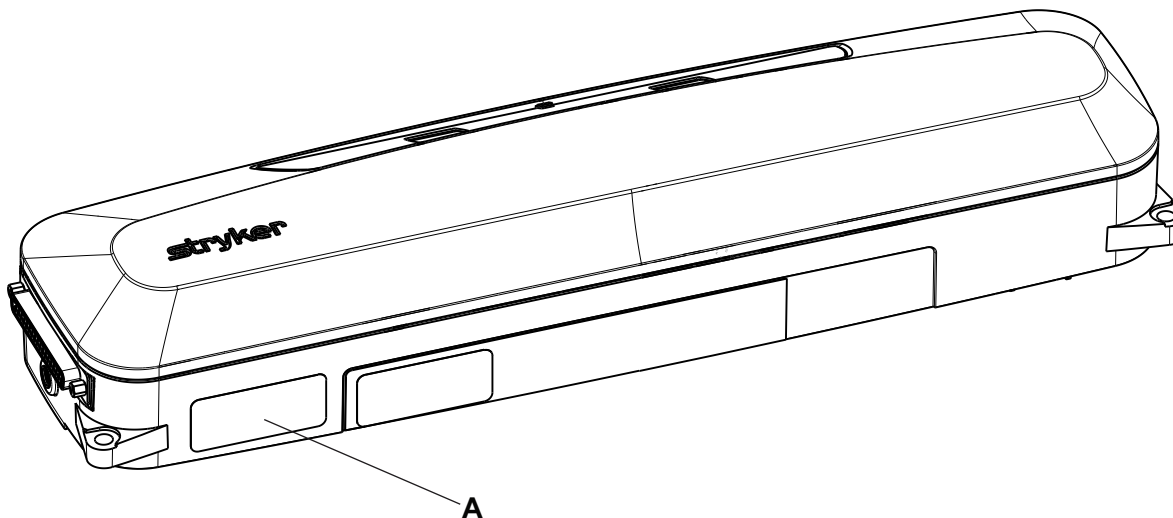

Abbildung 1 – Position der Stryker-Seriennummer und BBID
Das Etikett (A) mit der Stryker-Seriennummer und Bettplatz-Identifikationsnummer (Bed Bay Identification Number, BBID) befindet sich auf der Unterseite des Produkts (Abbildung 1).